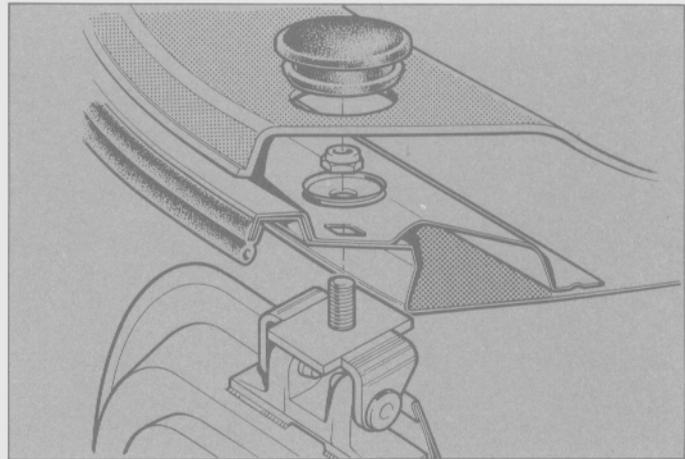

Fig. 349 - Conjunto de bisagras del portón.
- Una vez completado los ajustes, apretar los elementos de fijación de las bisagras y montar las tapas de las mismas (Fig. 349).